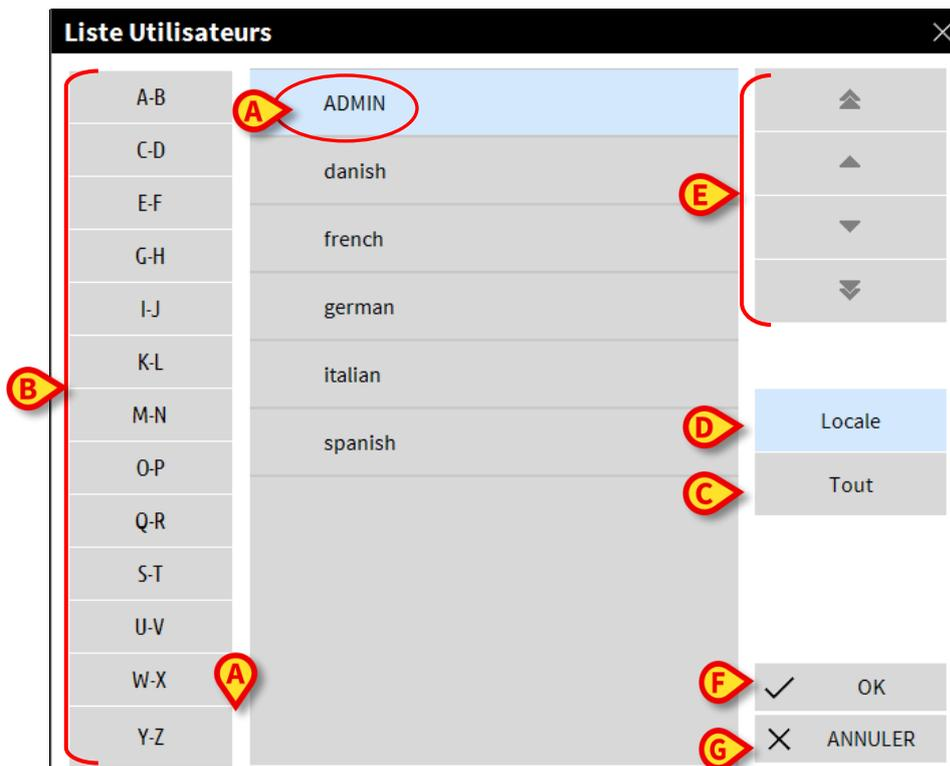

Fig 12
La fenêtre suivante est affichée (Fig 12).
La fenêtre montrée à la Fig 12 peut être utilisée comme index permettant de chercher et sélectionner un utilisateur dans la liste de tous les utilisateurs possibles.
La partie centrale de la fenêtre montre les noms des utilisateurs possibles en ordre alphabétique (Fig 12 **A**).
Les lettres sur la partie gauche de la fenêtre (Fig 12 **B**) fonctionnent comme un index et permettent de voir uniquement les utilisateurs dont les noms commencent avec une lettre en particulier.
Utilisez le bouton **Tout** (Fig 12 **C**) pour voir la liste de tous les utilisateurs possibles.
Utilisez le bouton **Locale** (Fig 12 **D**) pour voir la liste des utilisateurs concernés par le poste de travail à partir duquel vous travaillez actuellement.
Utilisez les fleches sur la partie droite de la fenêtre (Fig 12 **E**) pour defiler vers le haut et le bas la liste des utilisateurs.
- Cliquez le bouton **Ok** (Fig 12 **F**)
Utilisez le bouton **Annuler** (Fig 12 **G**) pour annuler l'opération et fermer la fenêtre "Liste Utilisateurs" sans sélectionner aucun utilisateur.